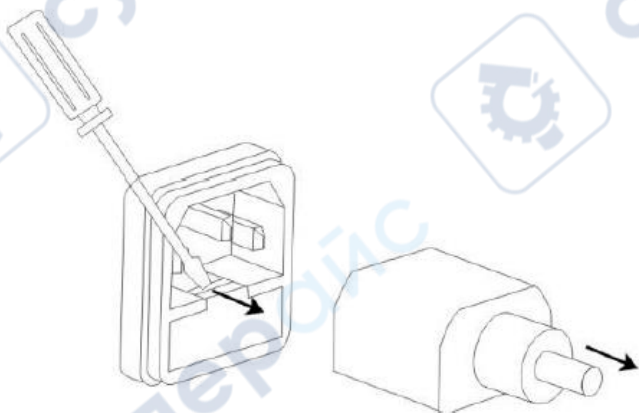

Рисунок 1
(1) Отсоедините кабель питания, затем с помощью небольшой отвертки извлеките блок предохранителя. См. рис. 1.